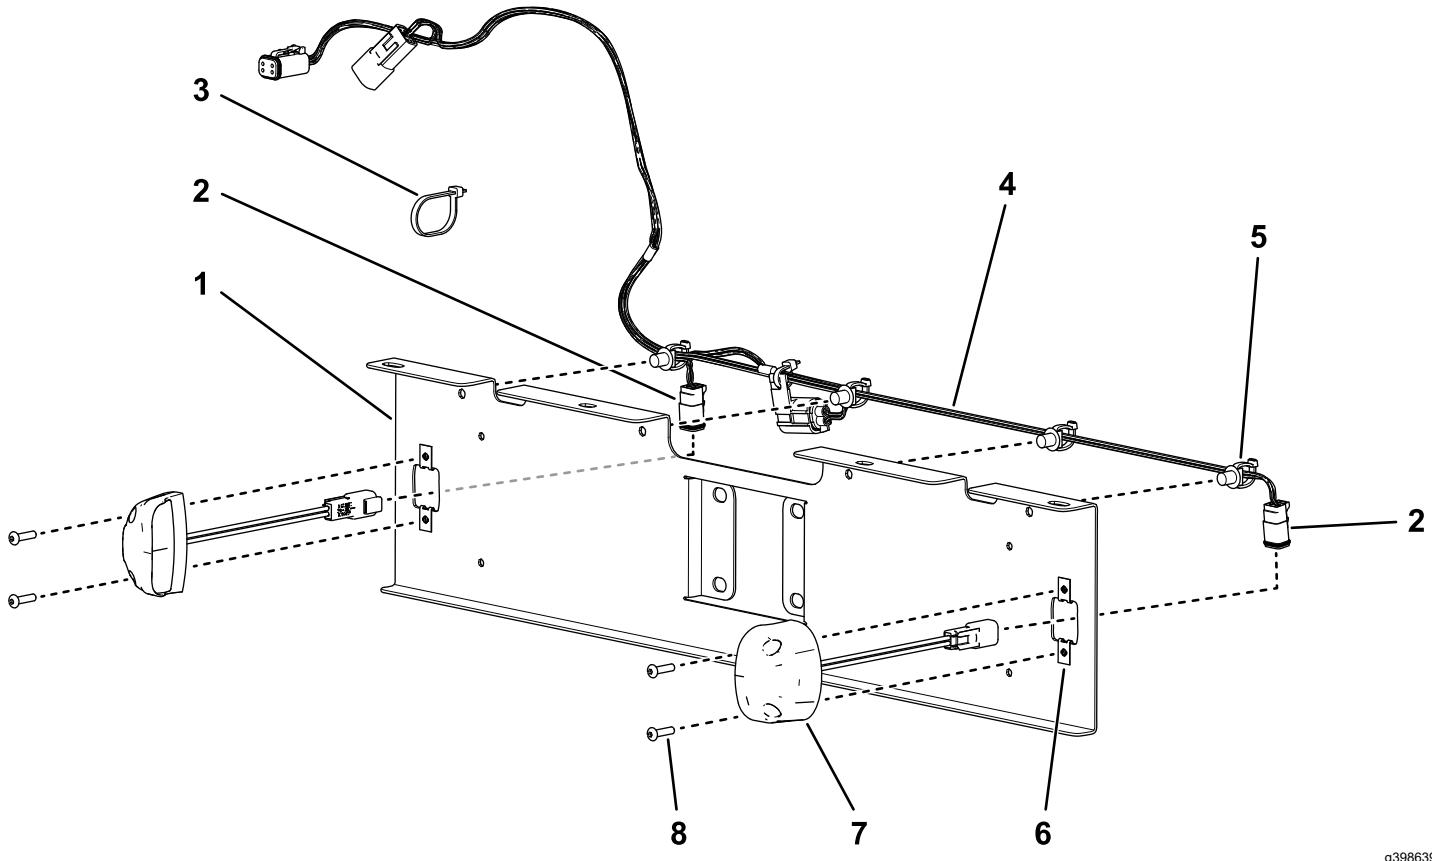

Figura 1
1. Pase el arnés de cables de la placa de matrícula por la parte superior del soporte de la placa de matrícula manteniendo los 2 conectores grandes y el fusible en el lado izquierdo (Figura 1).
2. Sujete el arnés de cables al soporte insertando las 4 grapas del arnés en los orificios correspondientes del soporte (Figura 1).
3. Pase los conectores de las luces de la placa de matrícula por los orificios grandes de cada extremo del soporte y conéctelos a las 2 luces de la placa de matrícula (Figura 1).
4. Instale las luces en el soporte usando 4 pernos de cabeza de botón hexagonal (Nº 10 x $\frac{3}{4}$ ") y 4 tuercas rápidas, como se muestra en la Figura 1.